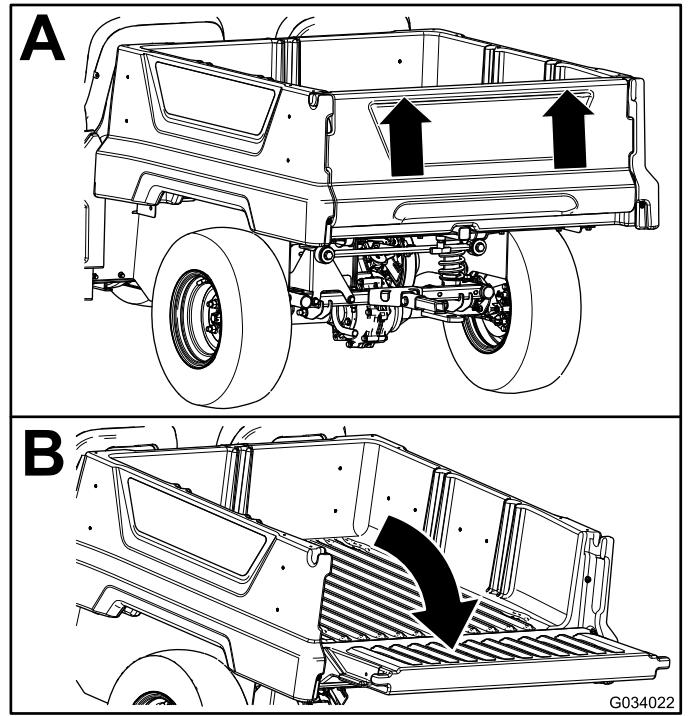

図 18
2. 両手でテールゲート上部の峰の部分をつかんでテールゲートを持ち上げる図 18。
3. 荷台と面一になるまで、テールゲートを下げる図 18。